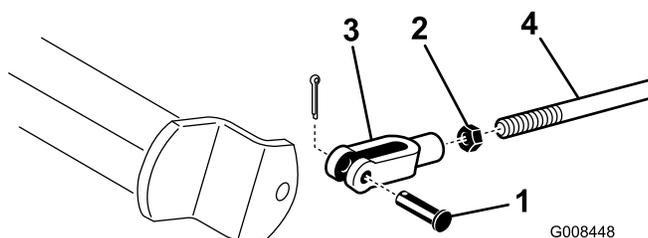

Figura 46
2. Nel caso in cui i freni non si blocchino in modo uniforme, togliete la coppiglia e il perno del cavallotto per scollegare le aste dei freni (Figura 46).
3. Allentate il controdatto e regolate il cavallotto come opportuno (Figura 46).
4. Montate il cavallotto sull'albero del freno (Figura 46).